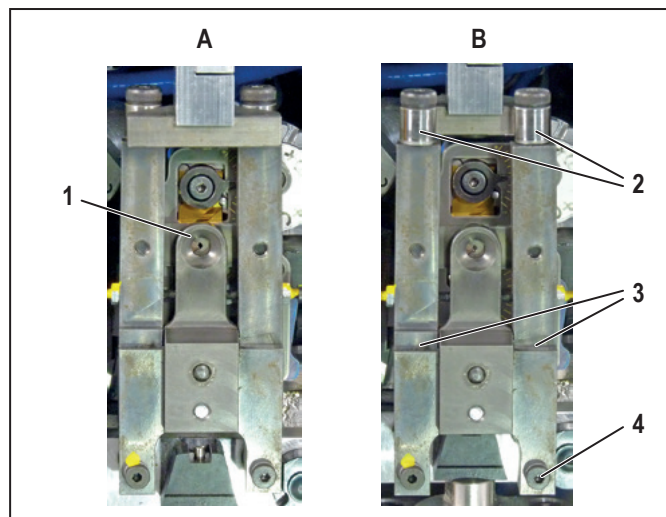

Figura 7.3 Unidade de fixação do fio entrançado na posição de operação (A) e puxada para a frente (B)
- Puxar a unidade de fixação do fio entrançado para a frente (Figura 7.3, B).
- Verificar se os rolos (2) se conseguem movimentar livremente.
- Lubrificar com óleo os pontos de rotação (3) da unidade de fixação do fio entrançado.
- Certificar-se de que a unidade de fixação do fio entrançado se encontra na posição frontal (Figura 7.3, B).
- Retirar o parafuso inferior direito da unidade de fixação do fio entrançado (Figura 7.3, 4).